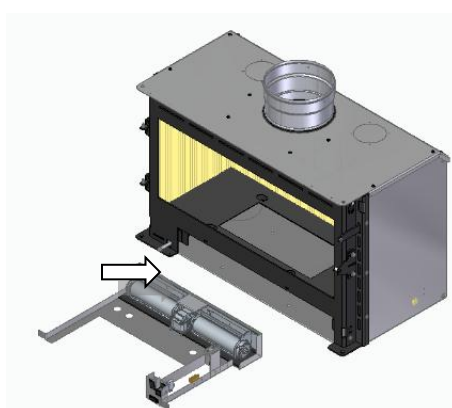

Figura 45 – Desmontaje del kit de ventilación
d. Una vez retiradas todas estas piezas, se puede retirar el kit de ventilación de la unidad, véase la Figura 45. Para volver a montarlo, deberá proceder con el proceso de montaje inverso.